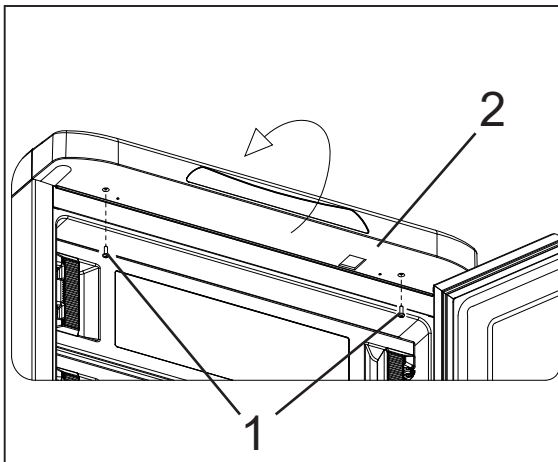

Рисунок 1
1. Выкрутите винты 1 передней панели 2, выведите из зацепления со столешницей переднюю панель 2 (см. рисунок 1) и аккуратно положите ее на холодильник.